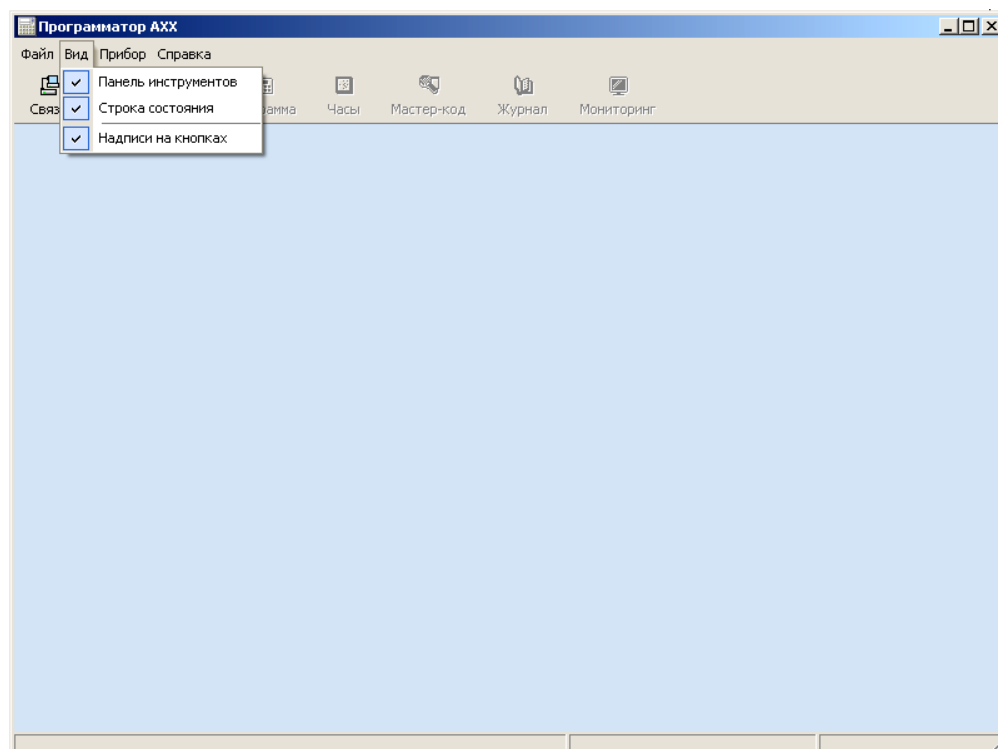

Рисунок 13 – Раздел главного меню «Вид»
2.3.2.2 Раздел главного меню «Вид» предоставляет возможность пользователю оптимизировать окно программы для удобства работы. Раздел «Вид» содержит следующие пункты, рисунок 13: